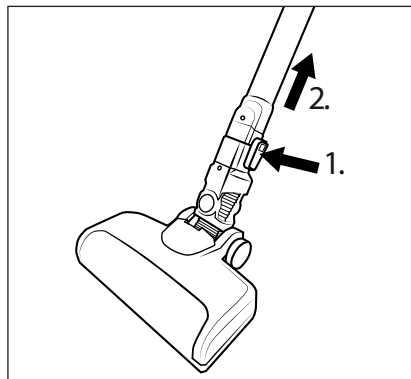

Fig. 12
- ◆ Pentru a îndepărta peria pentru podea **22** din țeava de aspirare **24** țineți apăsată tasta de deblocare a periei pentru podea **23** și trageți țeava de aspirare **24** din peria pentru podea **22** (a se vedea fig. 12).